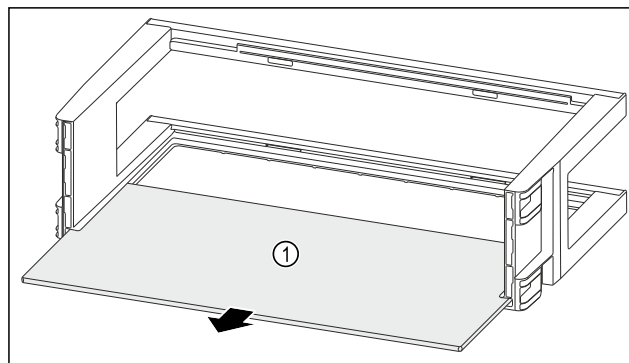

Fig. 109
- ▶ Дістаньте полицю Fig. 109 (1).